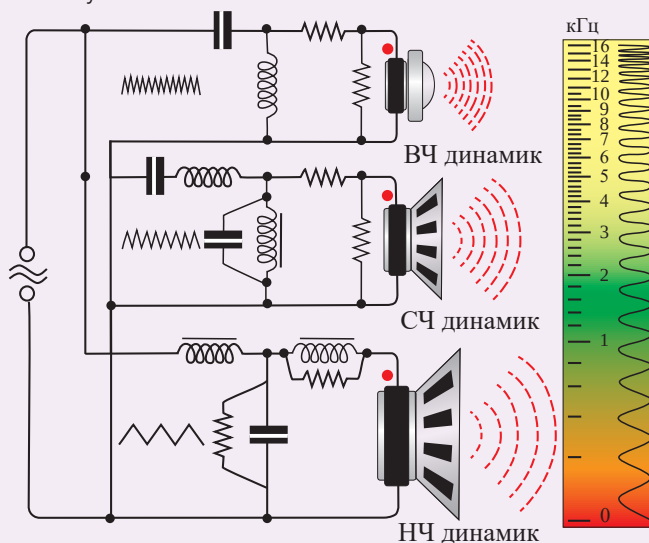

Рис. 52. Фильтры для динамиков
1. Рассмотрите схемы фильтров для динамиков (*рис. 52*). Выясните основное назначение фильтров. Какие детали используют в фильтрах ВЧ – высокой частоты? Почему?